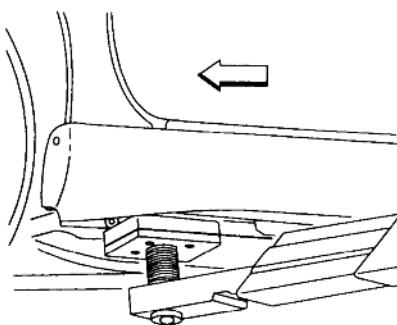

图 1-5 接触式提升轿车时放上前提升衬垫
- (1) 采用车架—接触式提升轿车时,应将前提升衬垫放在前夹焊凸缘上,如图 1-5 所示。